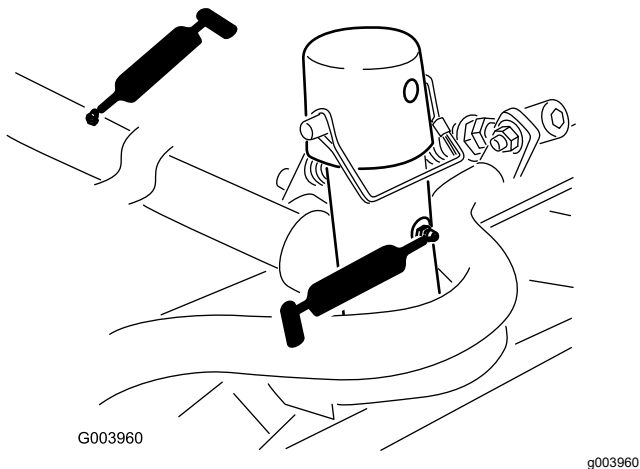

Bild 75
- Mähwerkträgerrahmen und Drehzapfen (2) (Bild 75)